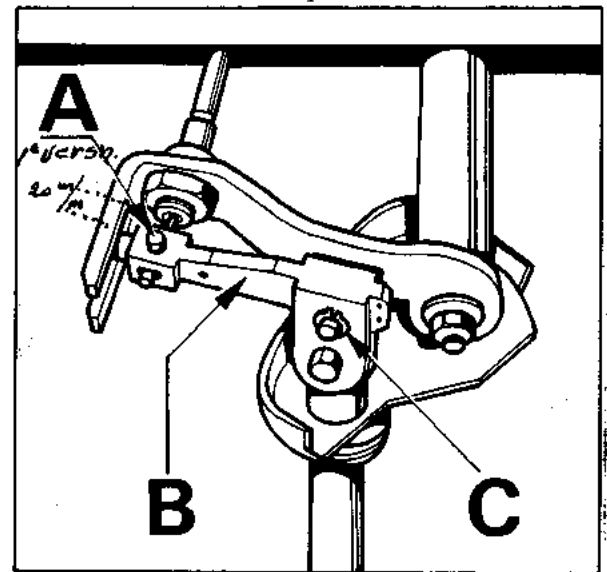

Fig. 4
- Draai de 2 boutjes (A) (fig.4) los waarmee de selecteurkabel aan de selecteurhefboom (B) (fig.4) is bevestigd.
- Verwijder de borgveer (C) (fig.4) waarmee de selecteurhefboom op de overbrengingsarm is gemonteerd en trek de selecteurhefboom (fig.5) vervolgens los.